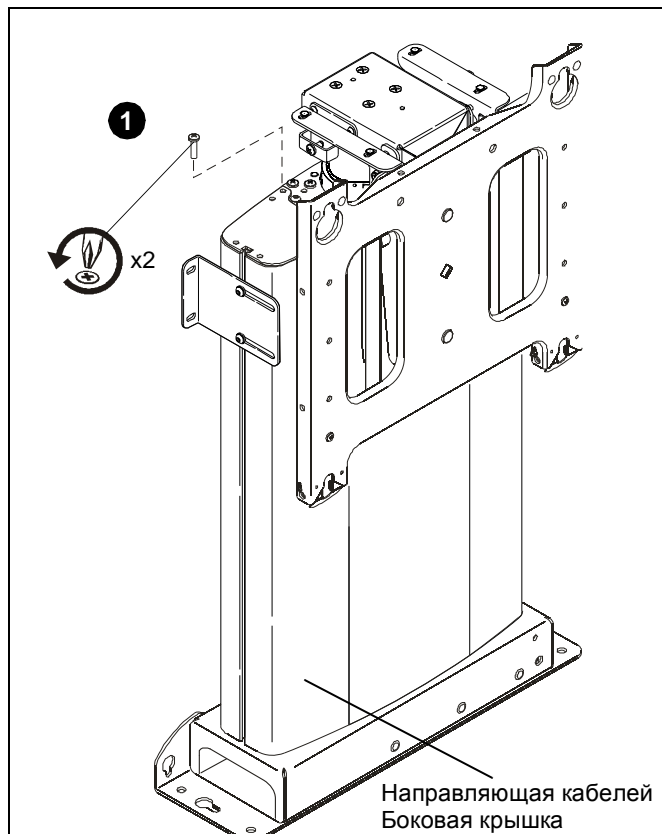

рис. 17
2. Отложите винты в сторону для повторного использования. (см. рис. 17)